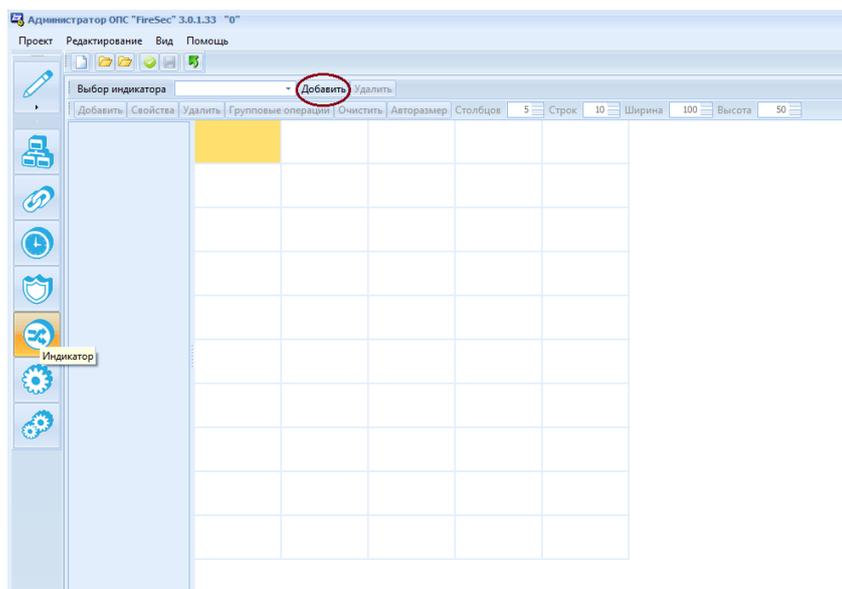
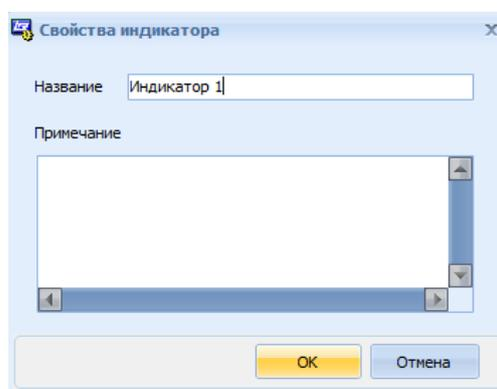

Рис. 1 Вкладка Индикатор
Рис. 2 Окно Свойства индикатора
1. В окне вкладки **Индикатор** на панели инструментов нажать кнопку **Добавить** (Рис. 1) и в открывшемся окне **Свойства индикатора** ввести название индикатора и примечание, если оно необходимо, а затем нажать **Ок** (Рис. 2);